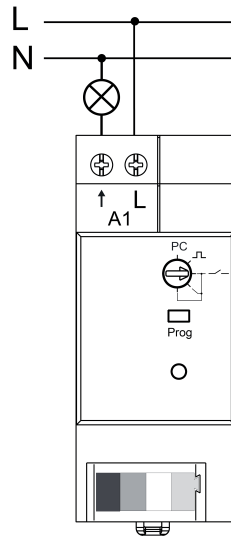

Figure 3: Exemple de raccordement
- Raccorder l'appareil selon l'exemple de raccordement (figure 3).